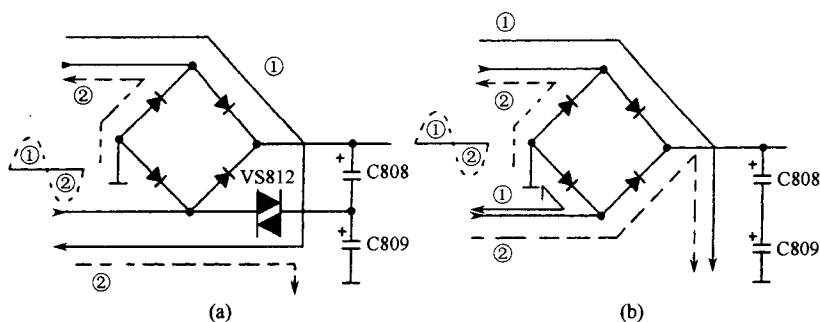

图 1-3 松下 M16 画王机芯系列大屏幕彩电整流电路的等效图
如图 1-2 所示，当交流电压等于或高于 160V 时，经 VD818 半波整流，并由 R843、R846 分压得到的直流电压大于 1.5V，则 VD828 导通，同时导致 VS814 导通，使其集电极(c 极)电压降低。这样，使二极管 VD823 截止，VT811 也截止，因触发通路中断，则双向晶闸管 VS812 截止，使整流电路转换为桥式全波整流形式，其等效电路如图 1-3(b)所示。当交流输入电压为正半波在方向①时，整流电流按图中实线方向流动，对 C808、C809 充电；当交流输入电压为负半波在方向②时，整流电流按图中虚线方向流动，对 C808、C809 充电，实现桥式全波整流功能。